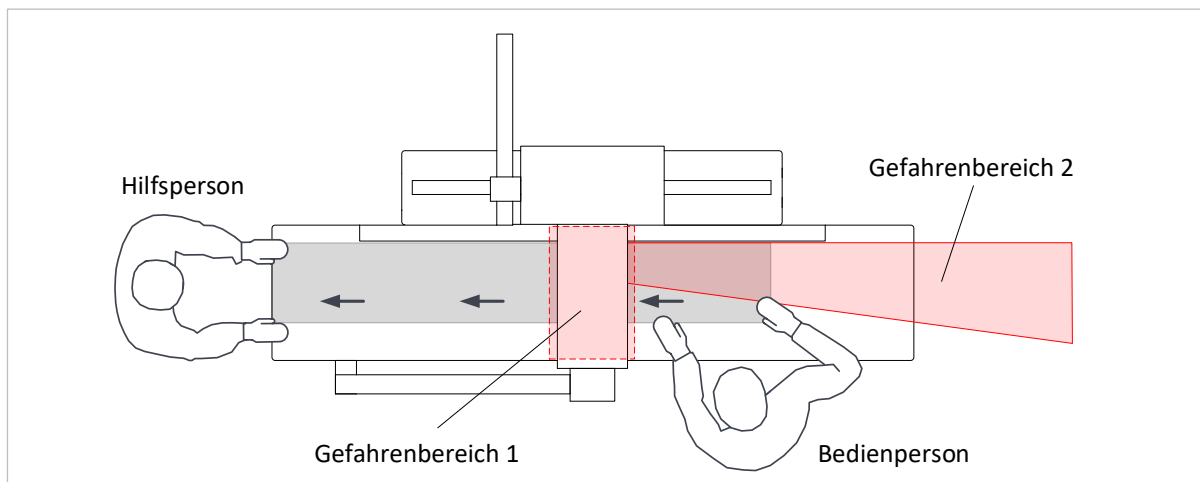

Abbildung 2: Gefahrenbereiche beim Abricht hobeln
- Die Bedienperson der Maschine muss beim Abricht hobeln generell vor dem Abrichttisch, rechts neben der Messerwelle bzw. Hobelschutzvorrichtung stehen. Das Betreten des in ⇒ Abbildung 2 gekennzeichneten Gefahrenbereiches 2 ist bei laufender Messerwelle verboten.